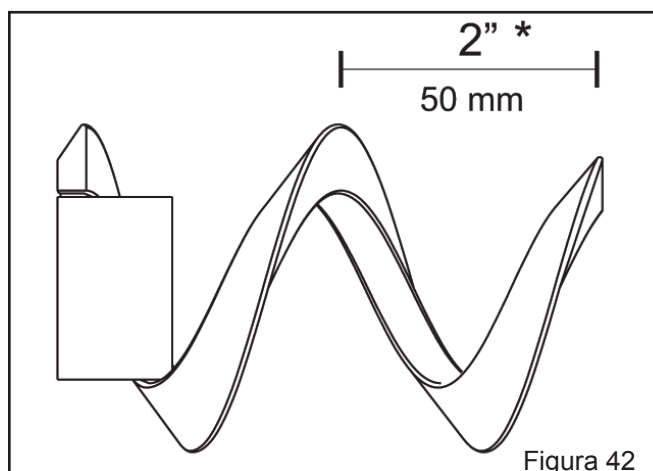

Figura 42
- O dosador é fornecido com rosca sem fim passo de 2". (Figura 42)